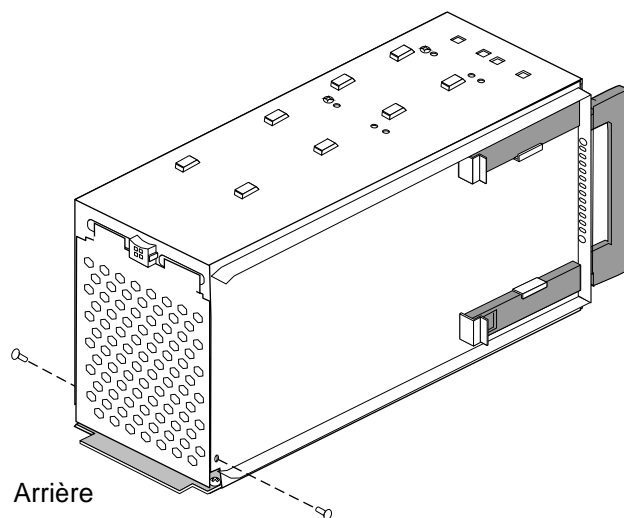

Figure 2-12 Remise en place de la plaque d'accès arrière sur le tiroir de périphérique
6. Remettez la plaque d'accès en place (voir Figure 2-12).